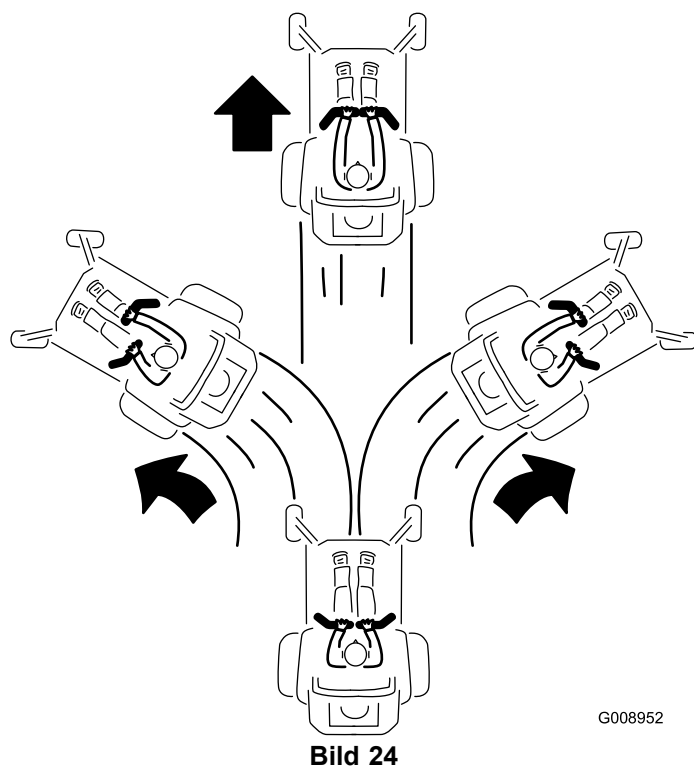

Bild 24
3. Schieben Sie für das Vorwärtsfahren die Fahrtriebshebel langsam vorwärts (Bild 24).